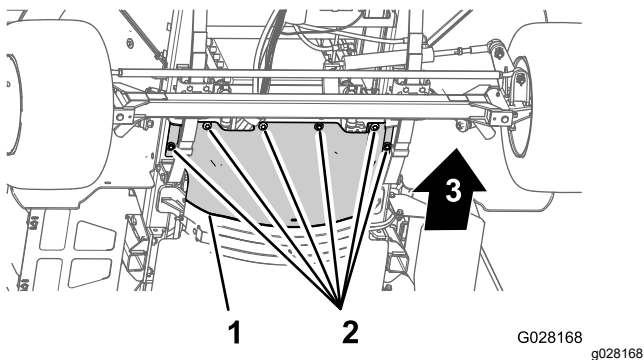

Figure 60
3. Retirez les 6 boulons à tête hexagonale et les 6 rondelles qui fixent l'écran pare-chaaleur avant au châssis et déposez l'écran (Figure 60).